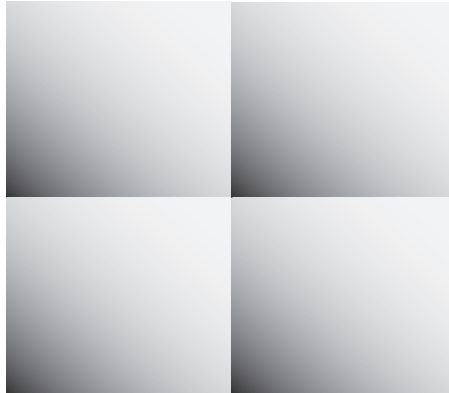

Figura 15
2. La figura 15 es una combinación de encubrimiento y sombreado variable. Este ejercicio de rociado entrena la vista para asegurar que cada cuadrado tenga el mismo valor de tonalidad. Repita el método de rociado descrito en los pasos del 1a al 1c para lograr el mismo valor de tonalidad.